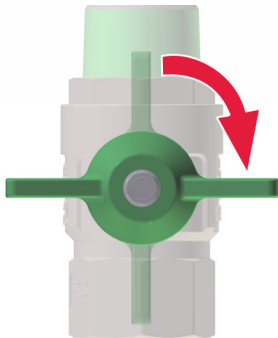

Abb. 90: Kugelhähne schließen
1. ➔ Alle Kugelhähne (Abb. 90) am Frischwarmwassermodul schließen.